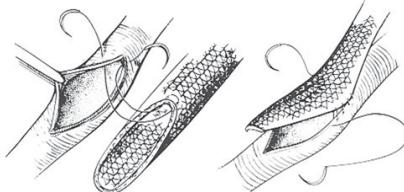

Fig. 5
2. Monofilamentpolypropylen er det foretrukne suturmaterialet. Under sururering skal kantene på protesen krenges, og man må sikre at hele vegtykkelsen og et nettøye tas opp med hvert sting. Fig. 5. Det anbefales å kun bruke ikke-kuttende nåler ved sying.